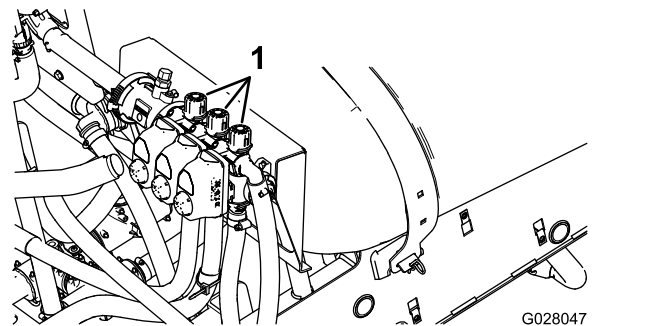

Bild 21
2. Stellen Sie den linken Abschnitt ab und stellen das Handrad für das Abschnittsicherheitsventil (Bild 21) ein, bis der Druck am vorher
4. Stellen Sie das Handrad des rechten Abschnittsicherheitsventils (Bild 21) ein, bis der Druck am vorher angepassten Niveau (normalerweise 2,75 bar) liegt.
6. Stellen Sie das Handrad des mittleren Abschnittsicherheitsventils (Bild 21) ein, bis der Druck am vorher angepassten Niveau (normalerweise 2,75 bar) liegt.